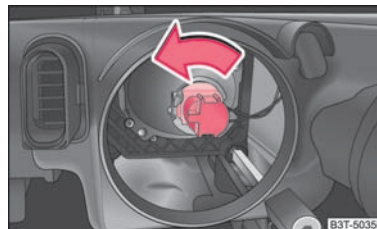

Abb. 217 Ausbau der Glühlampe für Abblendlicht
- Den Stecker mit der Glühlampe bis zum Anschlag nach links drehen und herausnehmen ⇒ Abb. 217.